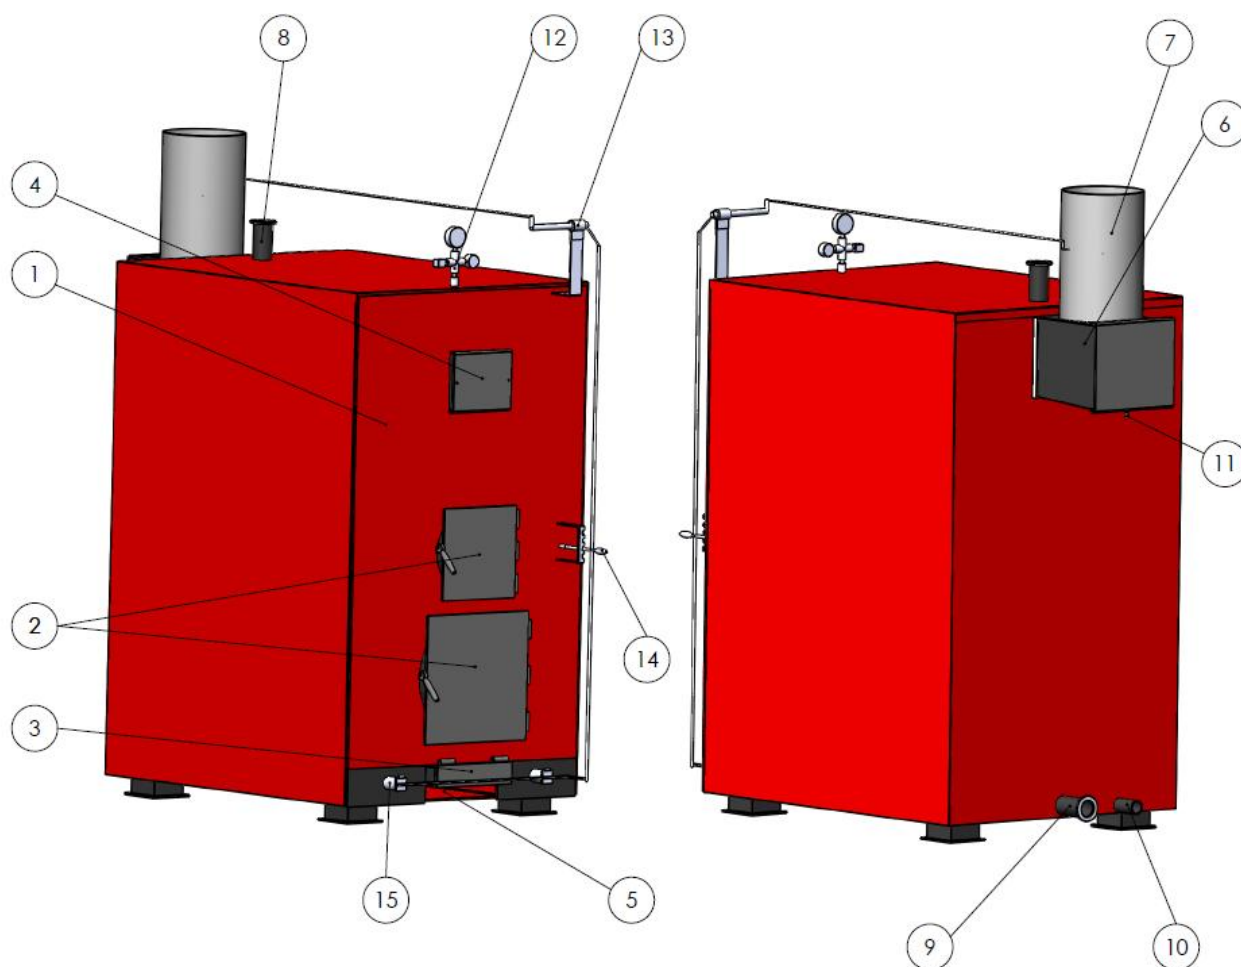

Рис.1
Регулировка мощностной нагрузки котла, производится установкой ручки регулировки, изменения положений дверцы регулировки подачи воздуха и дроссельной заслонки (№14, Рис.1). Фиксируя ее от самого нижнего положения до самого верхнего положения производится регулирование мощности работы котла. Крайнее нижнее положение соответствует полному прекращению работы котла. Крайнее верхнее положение соответствует наиболее быстрому нагреву теплоносителя.
2. – установите, ручку регулировки мощности котла (№14, Рис.1), в верхнее положение, соответствующее максимальной мощности котла. При этом дверца регулировки подачи воздуха будет находиться в максимально открытом положении под 45° .
регулировки, изменения положений дверцы регулировки подачи воздуха и дроссельной заслонки (№14, Рис.1) в более нижние положения.
Если необходимо поднять температуру теплоносителя, то перемещайте ручку регулировки, изменения положений дверцы регулировки подачи воздуха и дроссельной заслонки (№14, Рис.1) в более верхние положения. Чем выше установите, тем быстрее будет нагреваться теплоноситель и соответственно будет больше промежутков инерции подъема температуры при последующем необходимом прекращении нагрева теплоносителя – закрыванием дверки подачи воздуха и дросселя.
Если необходимо уменьшить температуру теплоносителя, переместите ручку регулировки, изменения положений дверцы регулировки подачи воздуха и дроссельной заслонки (№14, Рис.1) в более нижнее положения. Чем ниже установите, тем быстрее будет падать температура теплоносителя, воды и соответственно будет больше промежутков инерции понижения температуры при последующем прекращении уменьшения температуры теплоносителя – при открывании дверки подачи воздуха и дросселя.
Не производите изменения положений ручки регулировки подачи воздуха и дроссельной заслонки (рис. 1 №14) чаще, чем через каждые 3-5 минут, котел лучше работает в стабильных режимах и при плавном, постепенном регулировании, изменении положений дверки подачи воздуха и дроссельной заслонки, наиболее постепенном поднятии и уменьшении температуры теплоносителя.
8 - После того как воздух в отапливаемом помещении нагреется, установите ручки регулировки, изменения положений дверцы регулировки подачи воздуха и дроссельной заслонки (№14, Рис.1) в положение, при котором необходимая Вам температура теплоносителя не будет подниматься и уменьшаться – стабилизируется и будет оставаться такой до тех пор пока в загрузочном пространстве котла не останется топлива менее 1/5 от количества максимальной загрузки (максимальная загрузка до верха проема загрузочного пространства), после чего Вы должны будете или доложить топлива – в этом случае температура теплоносителя и воздуха в отапливаемых помещениях останется стабильной, если не изменится значительно температура наружного воздуха, более чем на 5-10⁰С или приоткрыть дверку подачи воздуха для обеспечения полного догорания топлива.
- перед очередной закладкой топлива установите ручку регулировки, изменения положений дверцы регулировки подачи воздуха и дроссельной заслонки (№14, Рис.1) в крайнее верхнее положение для обеспечения максимальной тяги,
- подождите 1-2 минуты (этим вы обеспечите минимальный выход дыма в помещение при открывании дверки топки), после чего откройте дверку топки, загрузите топливо, закройте дверку топки и через 2 - 3 минут верните ручку регулировки, изменения положений дверцы регулировки подачи воздуха и дроссельной заслонки (№14, Рис.1) в то же положение в котором она находилась до перемещения в крайнее верхнее положение, если хотите сохранить прежний режим работы до закладки топлива;
- если вы загрузите топлива больше, чем находится в топке, более чем в три раза, то необходимо оставить в крайнем верхнем положении ручку регулировки, изменения положений дверцы регулировки подачи воздуха и дроссельной заслонки (№14, Рис.1) буквально на 5-10 минут, пока заложенное топливо не займется огнем, (чем влажнее топливо - тем дольше), после чего необходимо вернуть ее в положение в котором она находилась до закладки топлива ;